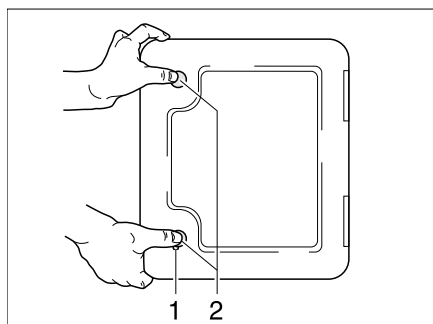

Bild 158 Klappe für Thetford-Kassette
Die Klappe für die Thetford-Kassette (Bild 158) befindet sich außen am Fahrzeug.
- Schlüssel in Schließzylinder des Druckschlusses (Bild 158,1) stecken und eine viertel Umdrehung im Uhrzeigersinn drehen.
- Beide Druckschlösser (Bild 158,2) gleichzeitig mit dem Daumen drücken und die Klappe für die Thetford-Kassette öffnen.